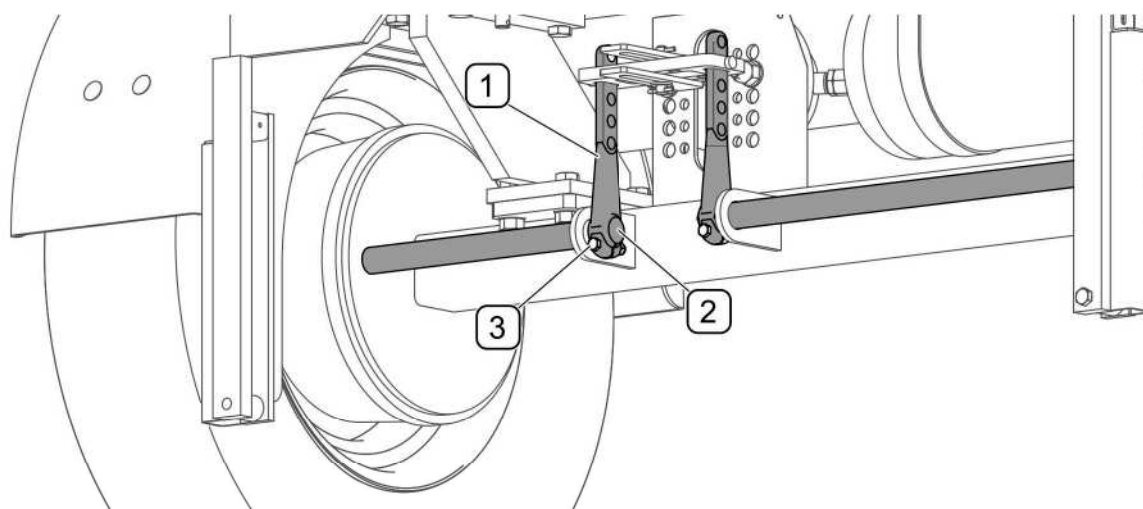

РИСУНОК 5.26А Регулирование основного тормоза
(1) плечо разжимного кулака, (2) вал разжимного кулака, (3) зажимный болт
Регулирование тормозов (РИСУНОК 5.26А) состоит в изменении положения плеча разжимного кулака (1) по отношению к валу разжимного кулака (2). С этой целью необходимо слегка отвинтить гайку болта (3), а затем переставить плечо разжимного кулака (1) многофазового вала (2) в нужном направлении, т.е.: